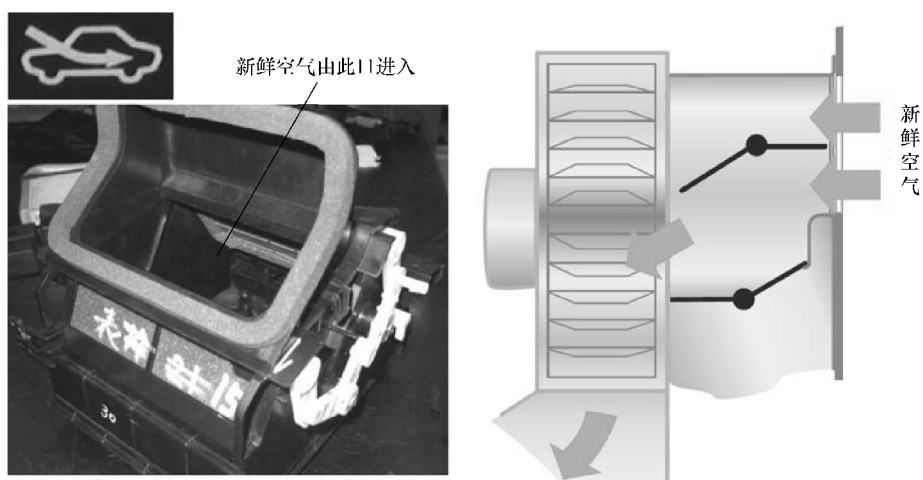

图 8-4 外循环进气模式
(1) 外循环 如图 8-4 所示，当拨动进气转换开关到外循环模式时，拉杆驱动拉索，带动控制机构旋转，控制机构再带动连接臂摆动，使进气模式风门与图示连接臂同步动作。风门为板状结构，此时，一块风门板关闭车内循环空气入口，而另一块打开车外新鲜空气入口，使车外新鲜空气可以进入车厢内。